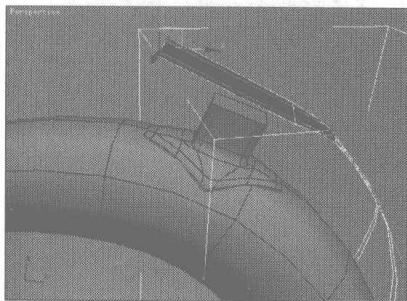
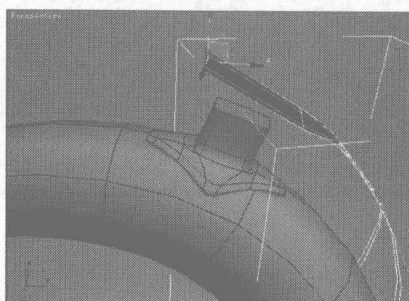

图 2.334
图 2.335
- 49** 选择如图 2.334 所示的点, 调整到如图 2.335 所示的位置。选择如图 2.336 所示的曲线, 按住 Shift 键向上拖动, 复制出三段面片, 如图 2.337 所示。